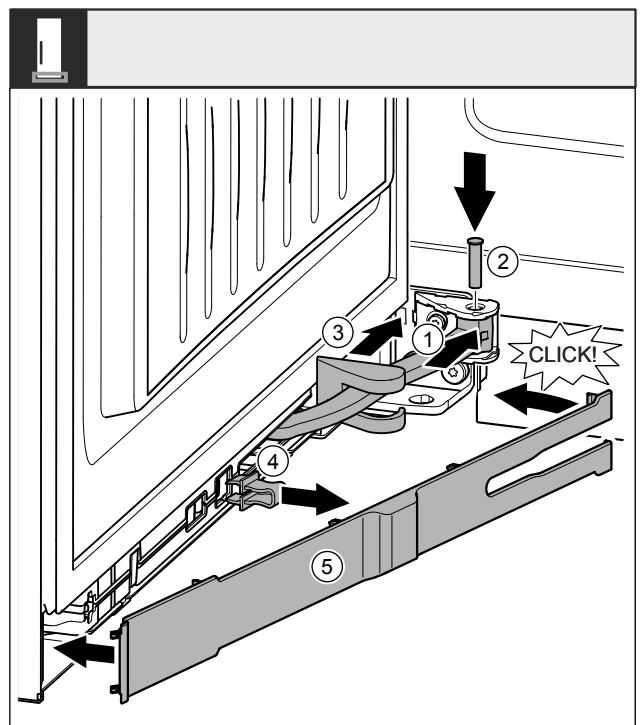

Fig. 53
- Kierrä sarana Fig. 53 (1) kiinnityskohtaan.
- Kierrä pultti Fig. 53 (2) ruuvimeisselillä kiinnityskohtaan ja aseta sarana. Varmista tällöin, että lukitusnokka on oikein urassa.
- Siirrä laakerijalustan suojusta Fig. 53 (3) saranaa pitkin ja asenna kiinnityskohdan yläpuolelle.
- ▶ Ota varmistus Fig. 53 (4) pois.
- ▶ Aseta suojapaneelit Fig. 53 (5) kahvan puolelle ja käännä sisään.